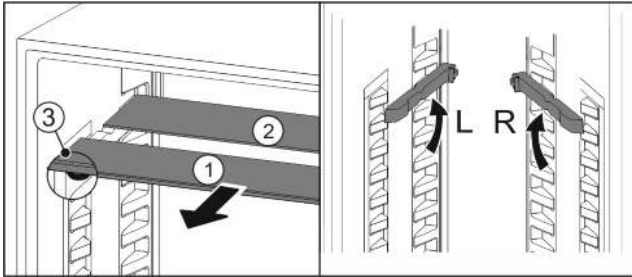

Fig. 18
- ▶ По одной извлеките Fig. 18 (1) стеклянные панели движением вперед.
- ▷ Стеклянная панель Fig. 18 (1) со стопорами лежит спереди.
- ▷ Стопоры показывают вниз Fig. 18 (3).